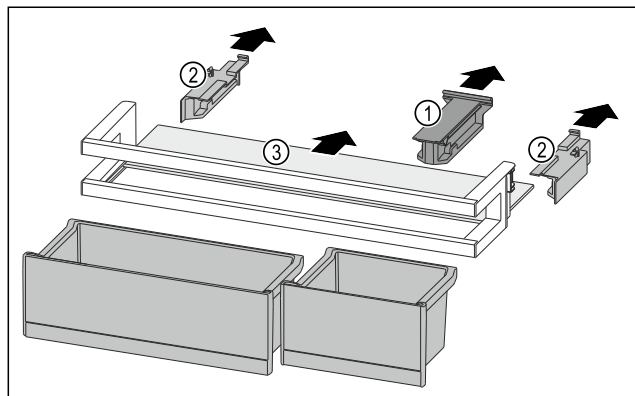

Fig. 90
- ▶ Витягніть кріпильний елемент Fig. 90 (1).
- ▶ Витягніть бічні елементи Fig. 90 (2).
- ▶ Дістаньте полицю Fig. 90 (3).